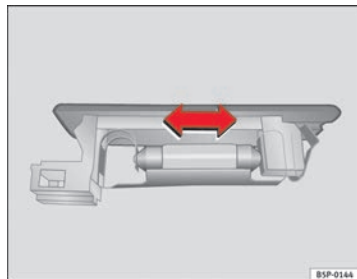

Abb. 198 Gepäckraum-
- Drücken Sie die Lampe zur Seite und nehmen Sie sie aus ihrer Halterung heraus ⇒ Abb. 198. ■